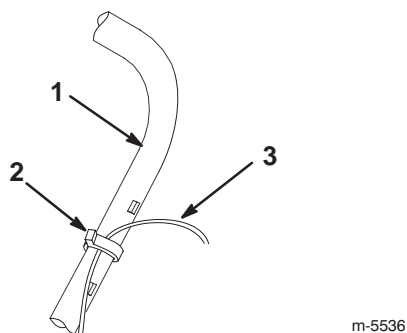

Figure 2
1. Coupez l'attache en plastique qui lie le câble de commande de la turbine au mancheron (Fig. 2).